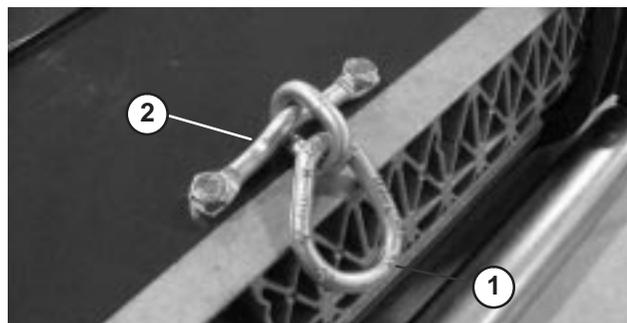

Figure 3
- Montez le maillon de chaîne en haut du plateau de coupe avec le support et les (2) vis à tête. Serrez les vis à 34–40 Nm. Le grand côté du maillon doit être accroché à la suspension du groupe de déplacement (Fig. 3).